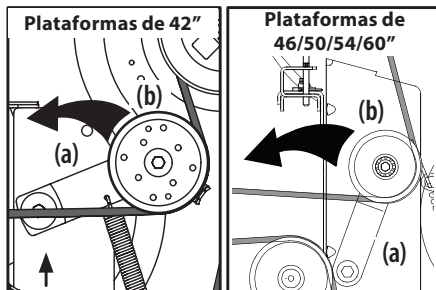

Figura 42
- a. Usando la manija de elevación de la plataforma o el pedal y la perilla de elevación de la plataforma, levante la plataforma a la posición que le ofrece mayor recorrido horizontal de la correa entre las poleas locas de la plataforma y la polea de la PTO en la base del motor. Vea la Figura 42.
- b. Desde la parte media del tractor, haga girar el soporte de polea loca (a) y la polea loca móvil (b) hacia atrás, justo lo suficiente para levantar la correa, por encima de la polea del husillo. Consulte la Figura 42.